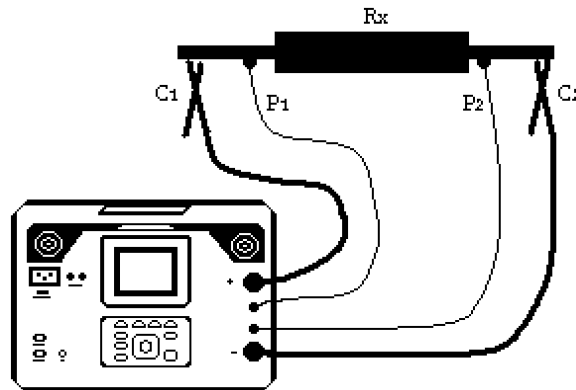

Figura 4.5: Conexión del instrumento al dispositivo medido
Cuando se miden resistencias $<20\Omega$ se recomienda utilizar una técnica de medición de cuatro hilos (Figura 4.5), con el fin de obtener una mayor precisión. Mediante el uso de este tipo de configuración, la resistencia del cable de prueba no se incluye en la medición y no es necesario calibrar y equilibrar el cable.
- › Conecte el dispositivo comprobado al instrumento (véase la figura 4.5).